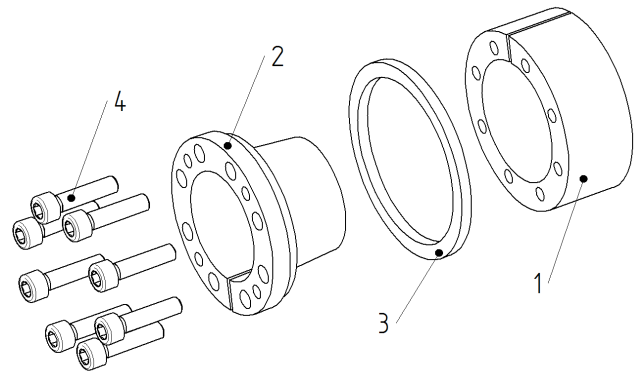

Bild 3) KBS 71
- Kontaktflächen des Spannsatzes sowie der Welle und Nabe reinigen (siehe Bild 3) und anschließend dünnflüssiges Öl leicht auftragen (zum Beispiel: Ballistol Öl oder Klüber Quietsch-Ex)